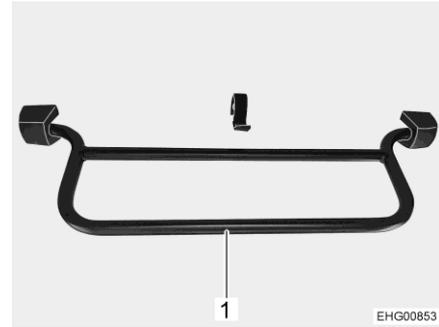

Fig. 36 Étrier, toit relevable arrière (C 530)
- Tirer le toit relevable vers le bas par l'étrier (Fig. 36,1).